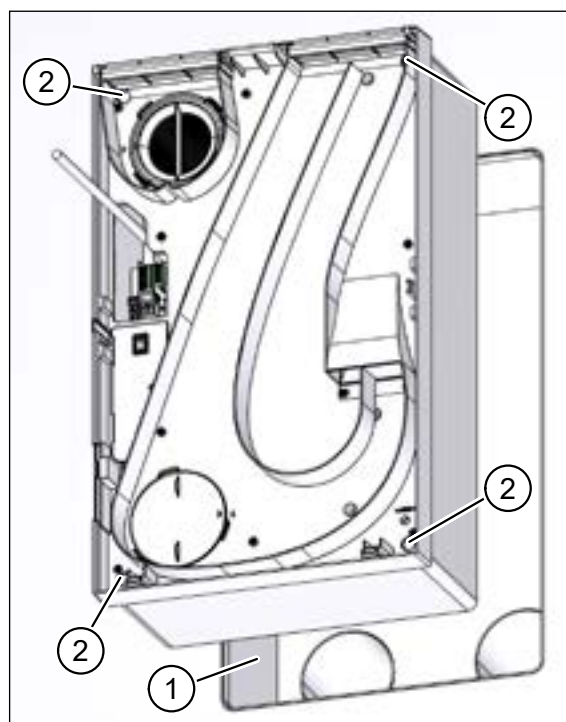

Рис. 38: закрепить вентустановку – встроенный монтаж
- ▶ Осторожно задвиньте рекуператор до упора в монтажную коробку (поз. 1 на рис. 38).
- ▶ Закрепите вентблок четырьмя крестовыми винтами 5 x 100 мм (поз. 2 на рис. 38). При этом **слегка** затяните винты крест-накрест.